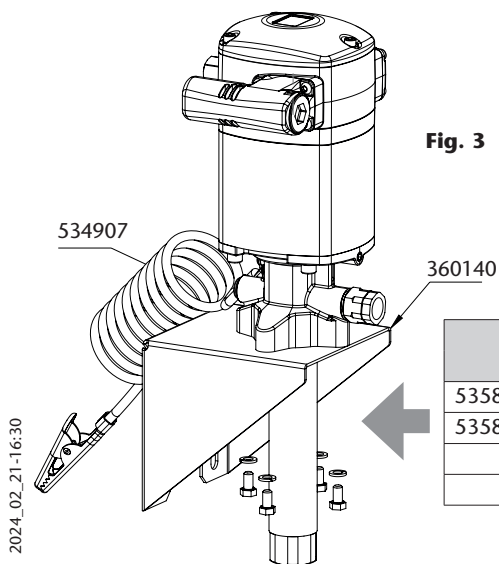

Fig. 3
- b. Montaje mural con tornillos. Inserte la bomba por el soporte (360140) y fíjela con 4 tornillos M8 (Fig. 3).